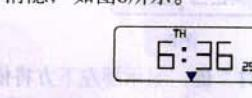

图6
6.1 按“取消/恢复”键四次取消键盘锁定功能,“日”消隐,如图6所示。